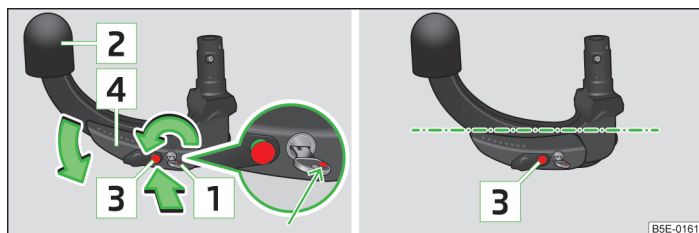

Fig. 103 Impostare la predisposizione/Predisposizione
- Ruotare la chiave in maniera tale che il suo contrassegno di colore rosso **1** » fig. 103 sia visibile.